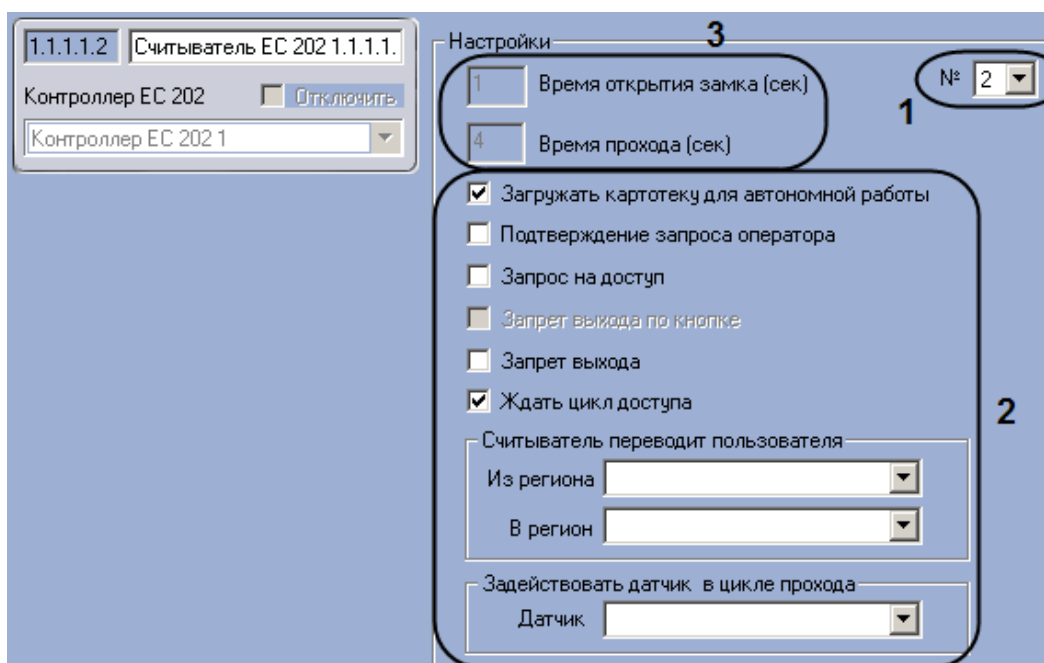

Рис. 3.5—11 Настройка второго считывателя контроллера Кодос ЕС 202 в режиме одной двери
2. Установить аппаратный адрес равным двум, выбрав его из раскрывающегося списка № (см. Рис. 3.5—11, 1).
3. Произвести настройку параметров (см. Рис. 3.5—11, 2) по аналогии с первым считывателем (см. п. 3.5.5.1).